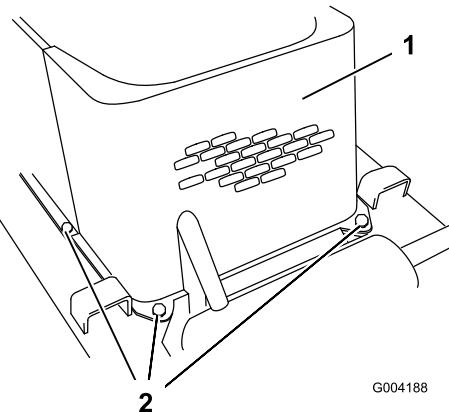

Figura 27
- Rimuovete i 4 bulloni che fissano la griglia anteriore al telaio della trattice (Figura 27).